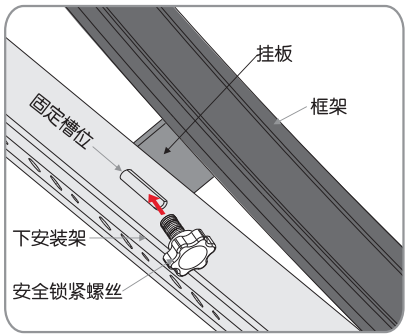

图 15
4. 银幕挂在安装架后，向左或向右调整银幕，使挂板孔位对准下安装架固定槽位，再将安全锁紧螺丝拧入孔内，使银幕固定。（如图15–16）